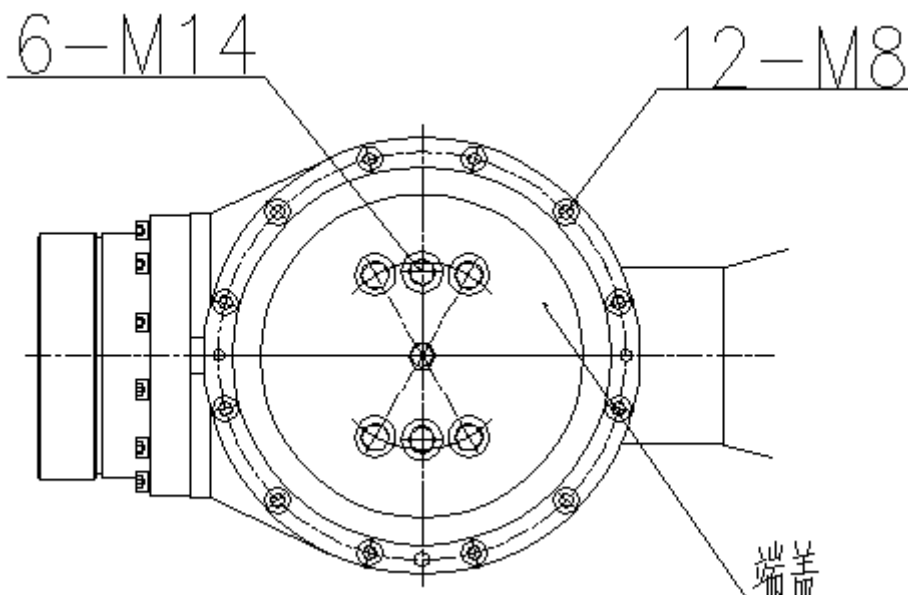

图 16 J5 轴减速机局部结构
- ① 取下 J5、J6 轴排气口的螺丝堵；
- ② 取下注油口的螺丝堵，在注油口上安装 M8×1 油嘴；
- ③ 用油枪从注油口为 J5、J6 轴注入润滑脂（参考图 16 J5、J6 轴齿轮局部结构）；
- ④ 取下注油口的油嘴，在注油口安装上螺丝堵，螺丝堵的螺纹处要缠生胶带并用扳手拧紧；
(2) 油脂更换步骤（参考 图 16 J5、J6 轴齿轮局部结构）